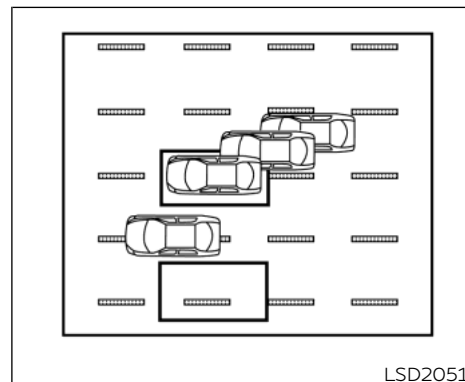

Ilustración 12: Ingreso por un costado
- **Ilustración 12: el sistema BSI no funciona si su vehículo está sobre una línea que delimita el carril cuando otro vehículo entra a la zona de detección. En este caso, solo funciona el sistema BSW.**